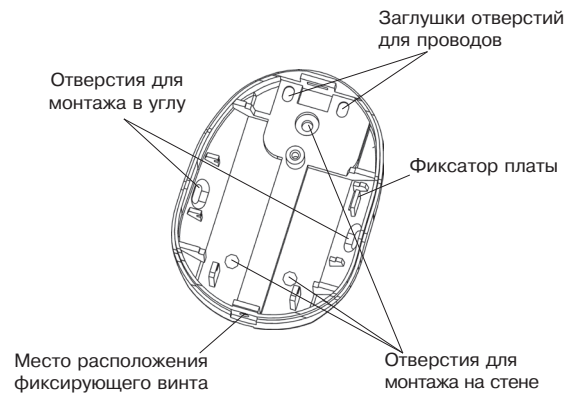

Рисунок 2 – Основание извещателя
- снимите печатную плату, отжав удерживающий ее фиксатор (см. рисунок 2);
- просверлите в основании корпуса отверстия (см. рисунок 2), которые будут использоваться для прокладки проводов и крепления извещателя;